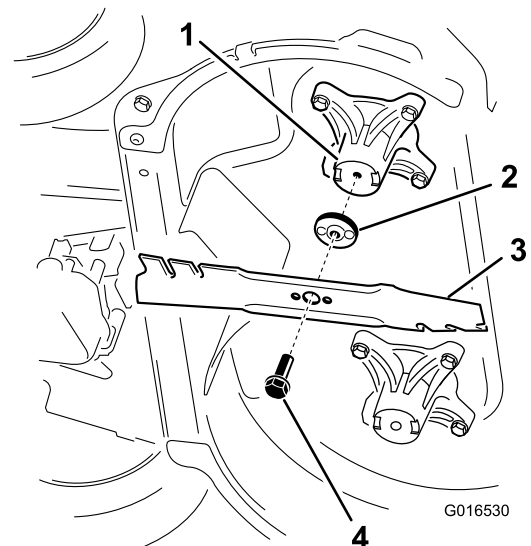

Figure 45
2. Déposez chaque lame comme illustré à la Figure 45.
1. Posez la première lame de sorte qu'elle soit horizontale, avec toutes les fixations comme illustré à la Figure 45.